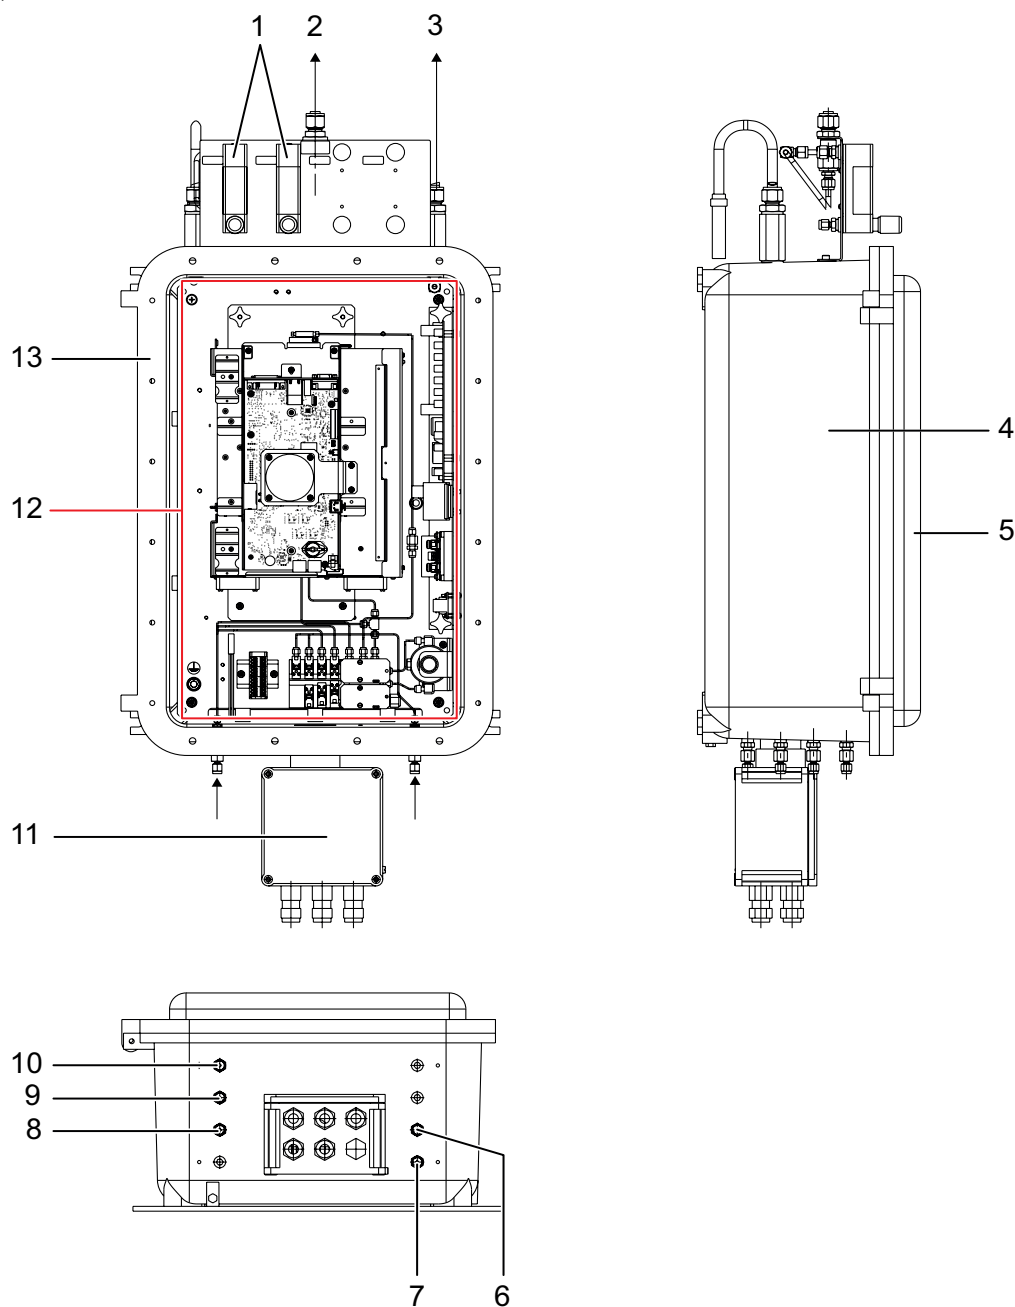

Abb. 2: PGC 9301 Core mit Gehäuse zur Wandmontage
- PGC 9301 Core mit Gehäuse zur Wandmontage (vgl. Abb. 2)